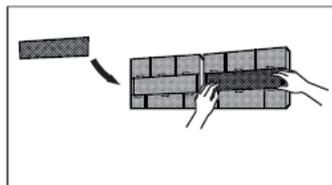

fig. 17 -
4. Retire o filtro purificador de ar situado na parte posterior do filtro principal ("fig. 17 -") e limpe-o com um aspirador.